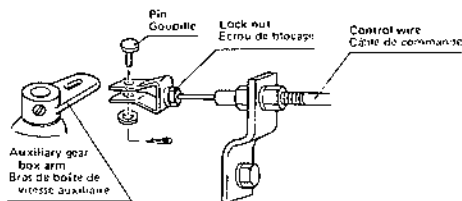
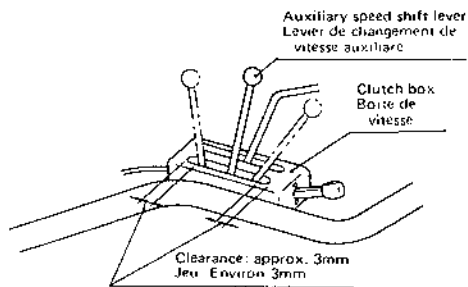

Fig. 5-4
Fig. 5-5
- (1) Déposer le protecteur de courroie.
- (2) Déposer la goupille qui relie le bras de boîte de vitesse auxiliaire et le câble de commande. (Fig. 5-4)
- (3) Tourner le bras de boîte de vitesse auxiliaire pour s'assurer que les vitesses HIGH ou LOW sont convenablement engagées, c'est-à-dire que la boule d'acier se loge dans la rainure du changement.
- (4) Régler à environ 3 mm le jeu entre l'extrémité du guide et le levier, tant pour HIGH que pour LOW, en se servant du dispositif de réglage. (Fig. 5-5)